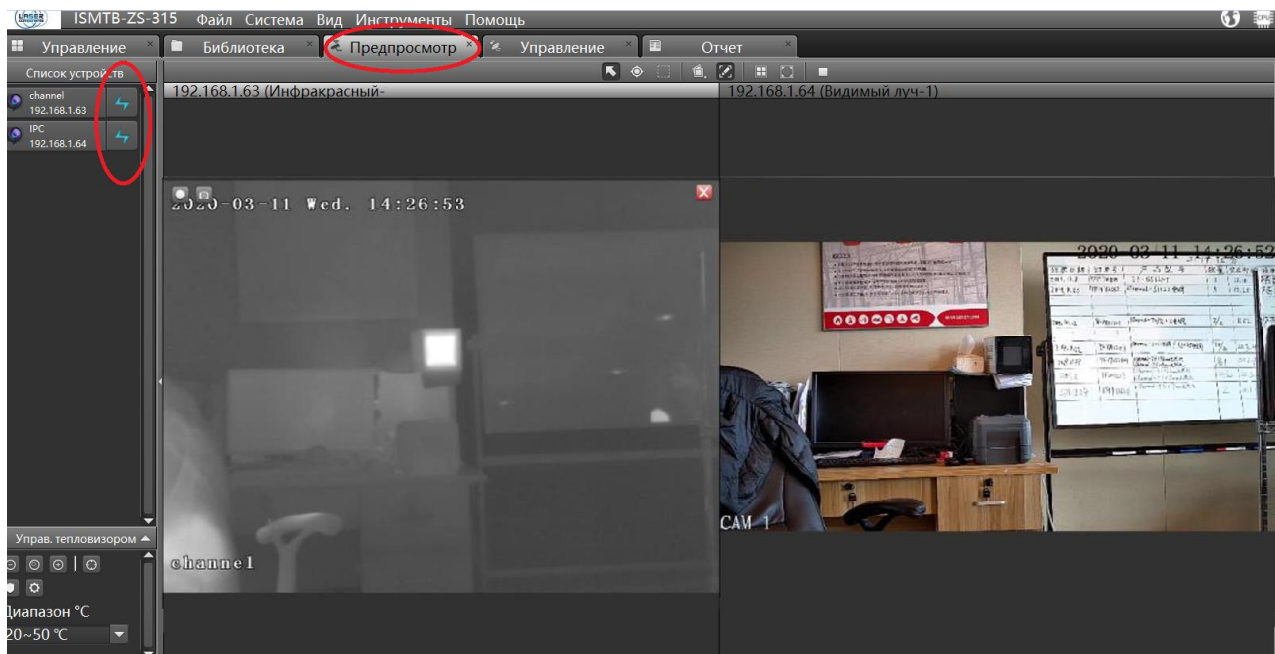

Рисунок 5. Просмотр в режиме онлайн
2) Сначала одним щелчком по соответствующему окну отображения следует выбрать окно отображения, затем выбрать камеру, изображение с которой будет отображаться в этом окне (см. Рисунок 5, инфракрасная камера – слева, камера видимого диапазона – справа).